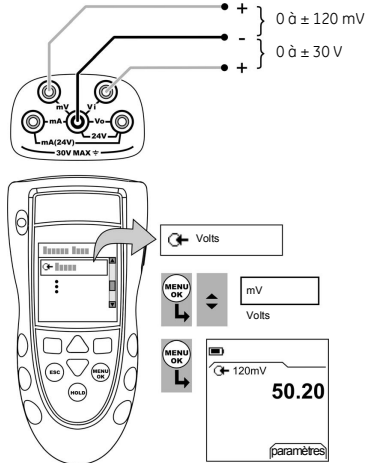

Figure 1 : Exemple de configuration - Mesure de tension en mV ou en volts
1. Brancher l'instrument (Figure 1) et, si nécessaire, régler la Configuration (Tableau 1).